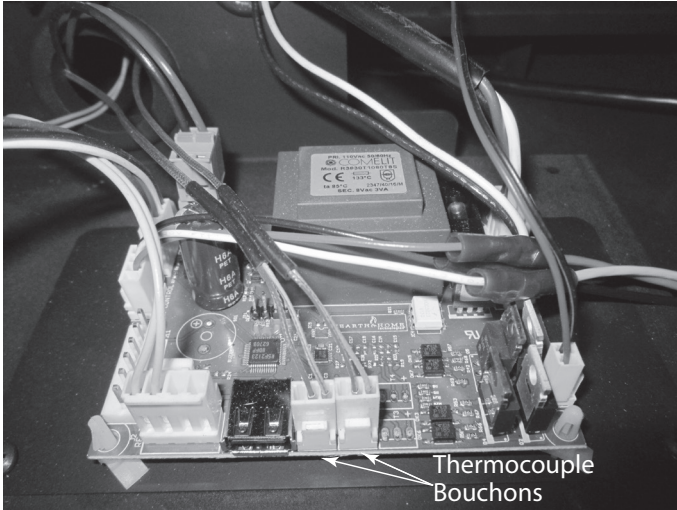

Figure 4.5 Carte de commande
- Retirez le fil du thermocouple à remplacer de la carte de commande en tirant dessus vers le haut et en le faisant passer à travers l'œillet. Voir la figure 4.5.